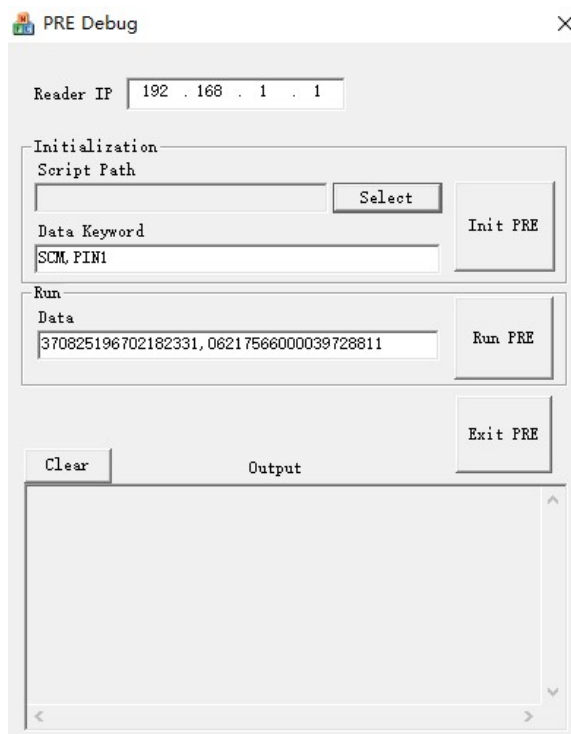

图 5.1 PRE 调试界面
- 3) 运行 PREDebug 程序, 界面显示如图 5.1 所示。
- 4) 在图 5.1 所示界面中的“Reader IP”中输入测试读写器的 IP 地址。默认 IP 地址为“192.168.1.1”。